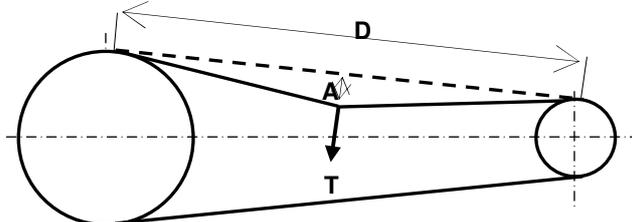
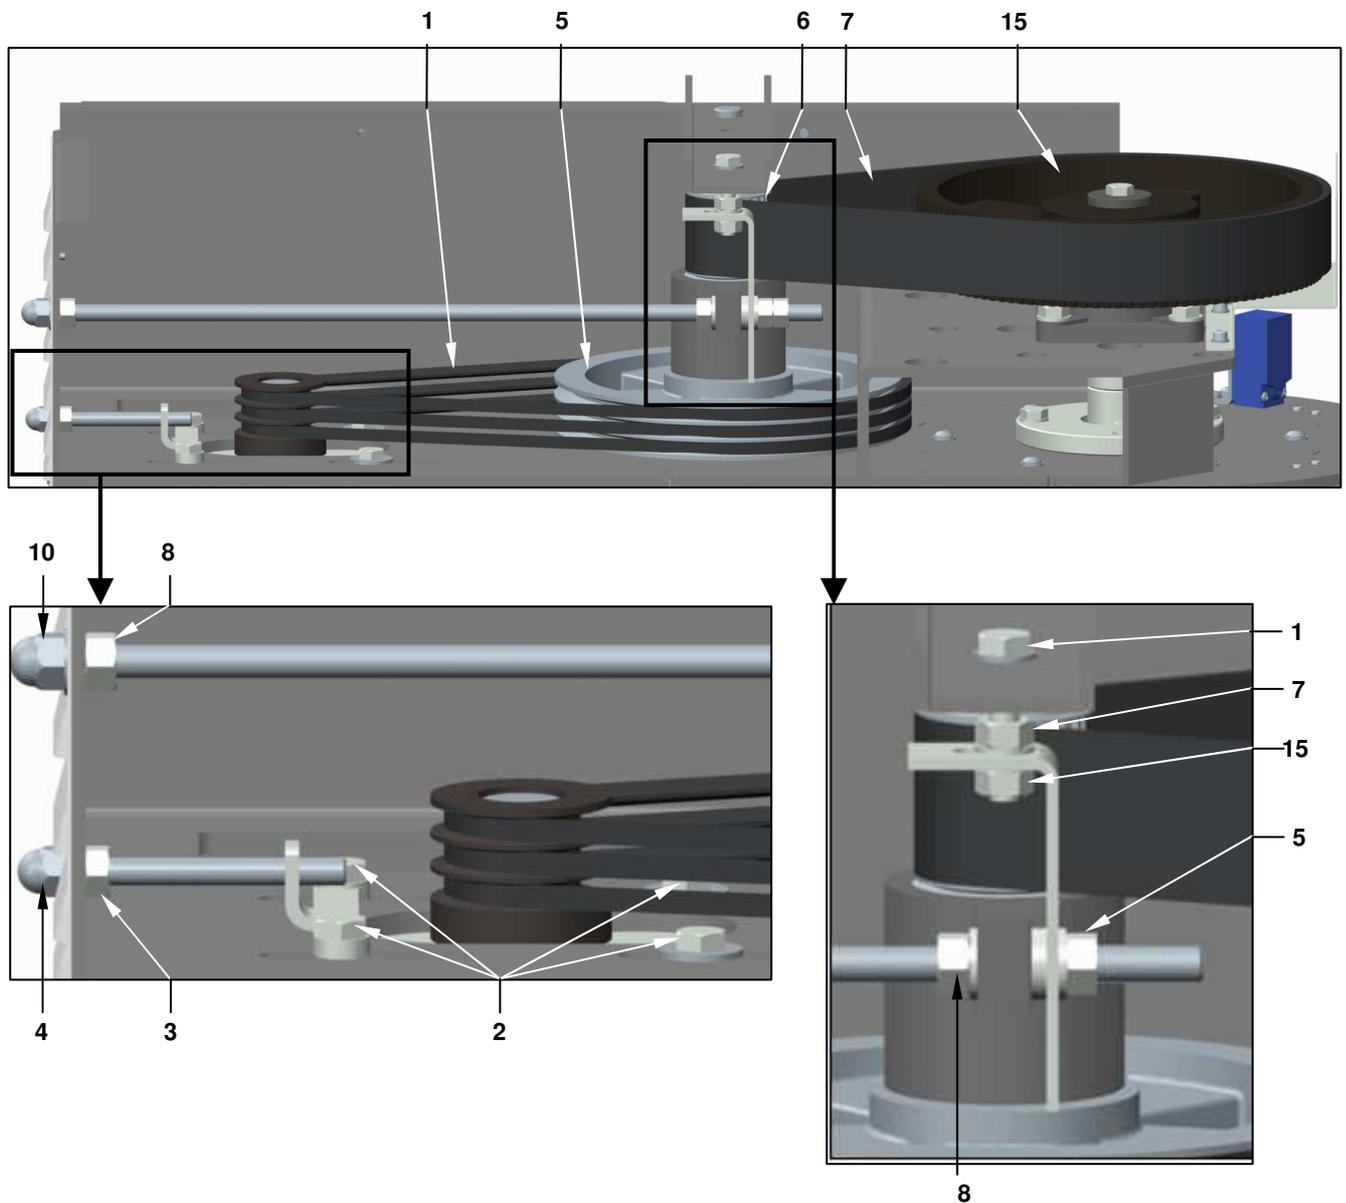
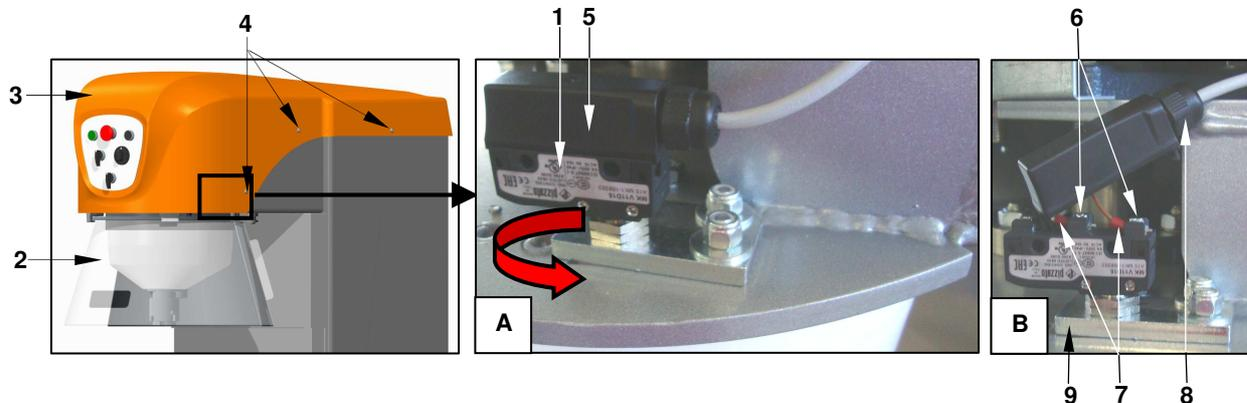

Рисунок 15- Список параметров корректного напряжения ремней рис.1 Рисунок 16
Рисунок 16- Регулировка напряжения ремней передачи
Рисунок 22-Замена микровыключателя защитной крышки дежи PL80N, PL80SN И PL100N
Эти операции относятся к процедуре чрезвычайных/внеплановых ремонтных работ. См. Рисунок 16 после демонтажа верхней защиты (достаточно раскрутить винты, которые её блокируют):
См. Рисунок 15, для осуществления проверки корректного напряжения ремней необходимо:
**Перед началом работы выполнить процедуры безопасности, описанные в разд. 4.1 и надеть перчатки.** Если ремни сильно изношены, необходимо заменить их. Для этого достаточно ослабить их (см. разд.4.3) до упора для того, чтобы они вышли из желобов шкива и извлечь их из желобов шкива рис.5 Рисунок 16; вставить новые ремни и отрегулировать их напряжение (см. разд. 4.3).
Особенно внимательно необходимо относиться к замене зубчатого ремня рис.7 Рисунок 16, который должен идеально "сесть" в паз шкива рис.6 и рис.15 Рисунок 16; звук ремня во время движения должен быть слабым и не "прерывистым"
- j) освободить опору рис.15 от винта рис.16; извлечь их и установить повторно;
- повернуть гайку одной рукой рис.5 и другой рукой задвинуть двигатель в отверстие тыльной стороны цоколя (не актуально в случае наличия подручного инструмента, изображённого на Рисунок 18); когда двигатель полностью находится в цоколе и кронштейн в вертикальной позиции, можно оставить его; продолжать поворачивать гайку р.5 до окончательной установки фланца двигателя под плиту рис.22.
- выровнять отверстия фланца двигателя с отверстиями плиты рис.22,закрутить винты рис.13, после наложения опоры рис.15; зажать винты рис.13
- закрутить на одну из сторон опоры рис.15 винт рис.16 пропустив его через отверстие цоколя (внимание! не забыть зафиксировать его гайкой рис. 23)
**ВАЖНО! Если необходимо ускорить операцию, подготовить специальный инструмент** (деталь F), который состоит из трубки рис.12 зафиксированной с одной стороны гайкой рис.13 (как на рис.10), которая в свою очередь зафиксирована прокладкой рис.14 крупного диаметра, как на рис.11) и с другой стороны двумя фиксаторами рис.15 радиально припаянными.
В этом случае не использовать гайку на рифлёном штифте рис.10 и прокладку рис.11, но закрутить только штифт рис.8 с гайкой рис.9; до того, как извлечь ленты, закрутить гайку рис.13 на рифлёном штифте, который должен проходить внутри трубки рис.12, до перемещения прокладки рис.14 на купол рис.1; только теперь можно изъять ленты. Используя фиксаторы рис.15 для захвата, повернуть трубку и извлечь гайку рис.13 со штифта рис.8, который опустится вместе с куполом рис.1 поддерживаемый прокладкой рис.14 (фото G).
Посмотрите Рисунок 22, чтобы заменить микровыключатель рис.1, который связан с защитным элементом (см. рис.2, фото А и подробности В), предохраняющим инструменты и скребок, необходимо:
1. Как показано на Рисунок 22, снимите верхнюю крышку (поз.3), предварительно открутив крепежные винты (поз.4)
4. Открутите гайку (4) и извлеките датчик подлежащий замене из гнезда.
6. Установите новый датчик в гнездо, следя за тем, чтобы нижняя поверхность датчика совпала с нижней поверхностью плиты (3) рамы, не выступая за неё, и закрутите гайку (4) фиксации датчика.
8. Закройте распредкоробку, установите верхнюю крышку (2) и закрутите винты (3) (Рисунок 22).
9. Для замены выключателя (5) открутите два винта (не показаны на фото), закреплённые контргайками (6). Это специальные винты, и для их откручивания требуется ключ, поставляемый изготовителем вместе с запасным выключателем.
10. После снятия выключателя установите на его место новый выключатель и закрепите его винтами и контргайками (6).